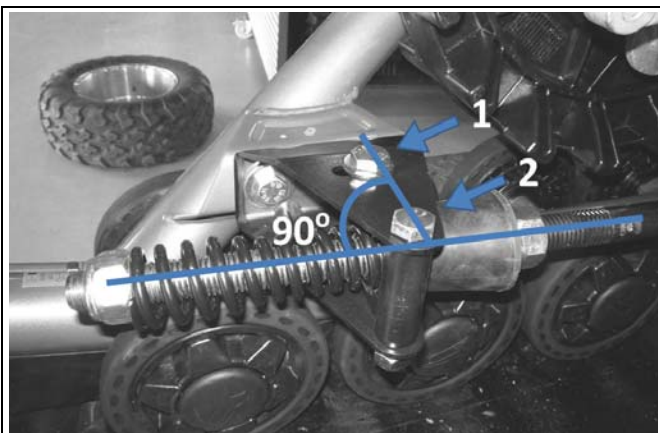

Abbildung 12
- Stellen Sie die Verdrehsicherungs-Halterung im 90-Grad-Winkel (senkrecht) zur Stabilisierungsstange ein. Ziehen Sie die beiden Befestigungsschrauben (1 und 2) des Verdrehsicherungsbügels mit einem Drehmoment von 50 Nm fest. (Siehe Abbildung 12).